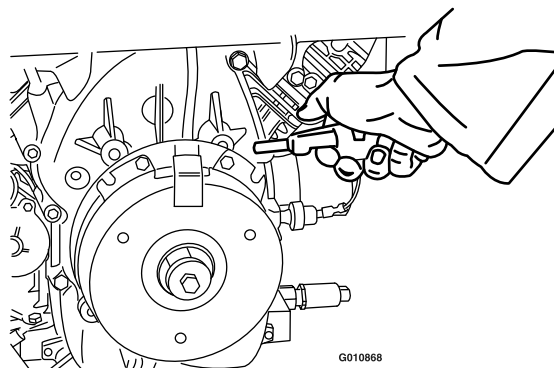

Figura 79
3. Utilizar un compresor de aire, elimine cualquier residuo de debajo del polo de freno y de alrededor de los espaciadores del freno (Figura 79).